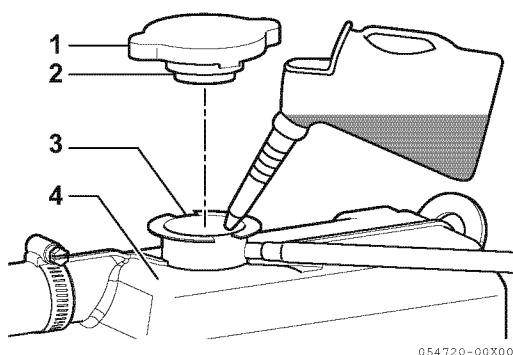

Figure 11
4. Versez lentement le liquide de refroidissement dans le réservoir du liquide de refroidissement/échangeur de chaleur (**Figure 11, (4)**) pour éviter les bulles d'air. Remplissez jusqu'à ce que le liquide de refroidissement déborde du port de remplissage.
5. Alignez les onglets du bouchon de remplissage (**Figure 11, (1)**) avec les encoches de l'orifice de remplissage (**Figure 11, (3)**) et serrez le bouchon de remplissage (**Figure 11, (2)**).